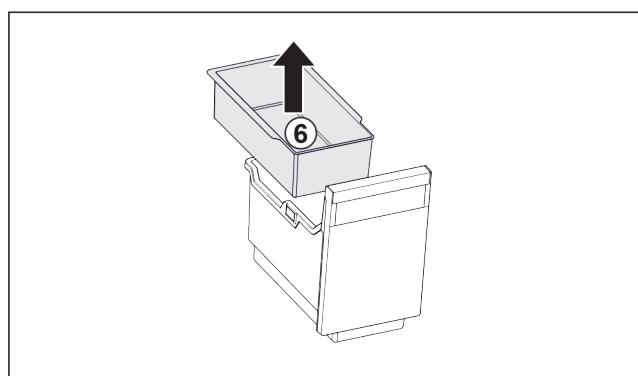

Fig. 81
- Ta ut det hängande facket Fig. 81 (6).